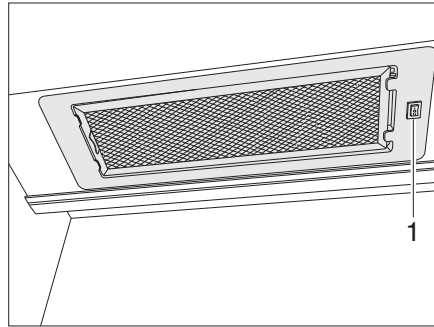

Bild 133 Dunstabzug
- Den Dunstabzug mit dem Schalter (Bild 133,1) ein- und ausschalten.